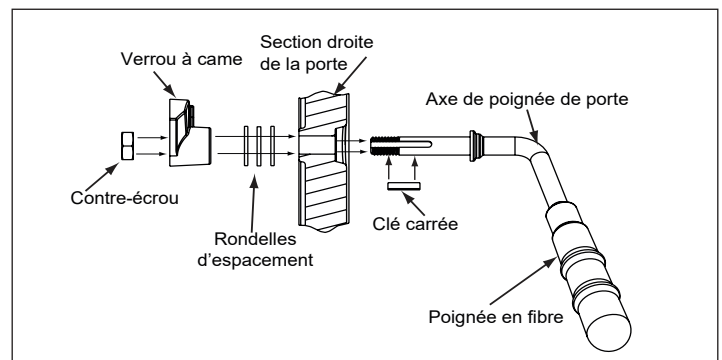

Figure 22.2 - Poignée de porte pour porte voûtée
3. Placez des rondelles supplémentaires comme illustré à la **Figure 22.2.**
7. Installez la poignée en la tournant dans le sens contraire des aiguilles d'une montre jusqu'à la position souhaitée sur la tige de la poignée de porte. **Figure 22.2.**